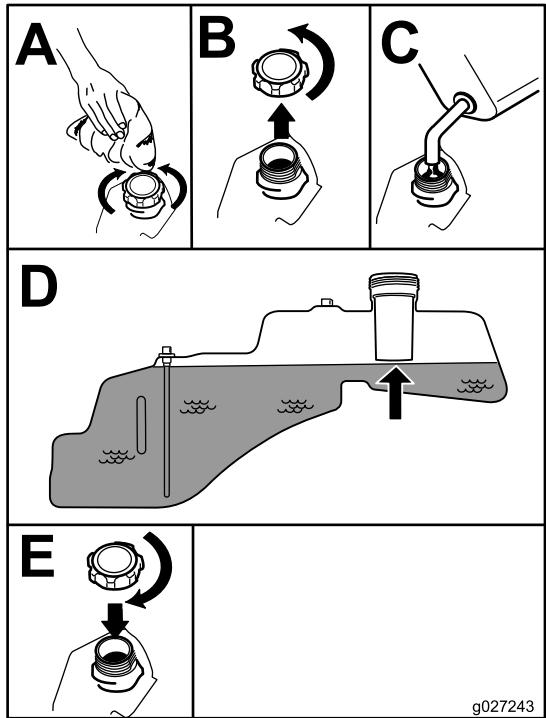

Figure 7
**Remarque:** Vous pouvez utiliser le regard sur le réservoir de carburant pour vérifier la présence d'essence avant de faire le plein (Figure 7).